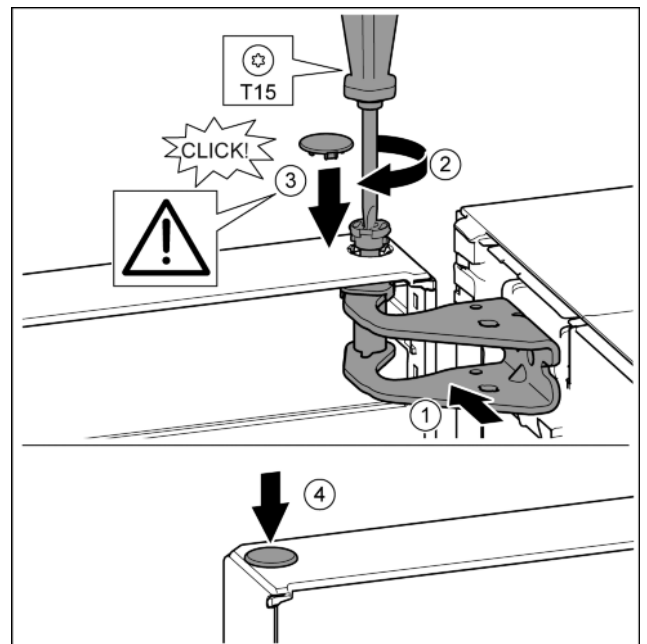

Fig. 21
- Orienter la porte en haut pour l'ouverture dans le support de palier. *Fig. 21 (1)*
- Poser le boulon et le visser avec un tournevis T15. *Fig. 21 (2)*
- Monter le cache de sécurité pour sécuriser la porte : Mettre en place le cache de sécurité et vérifier qu'il repose sur la porte. Sinon, enfoncer à fond le boulon. *Fig. 21 (3)*
- Mettre le bouchon en place. *Fig. 21 (4)*